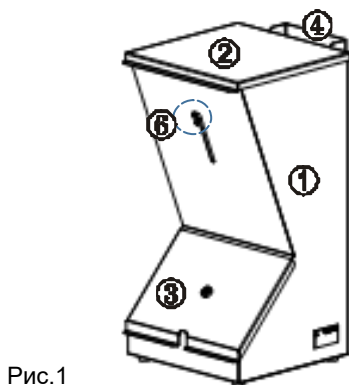

Рис.1
1.5 Комплектность, рис.1
Для увеличения количества гипса, пересыпающегося из загрузочного отсека в выгрузной – передвинуть заслонку (5) вверх до достижения требуемого заполнения выгрузного отсека и застопорить заслонку вращением фиксатора-барашка (6), рис.1. Для забора гипса из выгрузного отсека использовать совок из комплекта поставки.